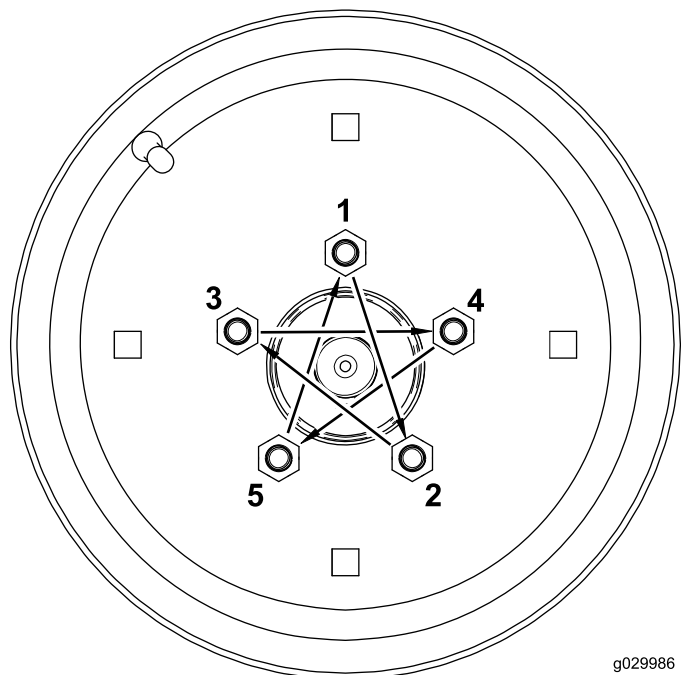

図 9
4. 図 9 に示す順序で、ラグナットを $103127\text{N}\cdot\text{m}$